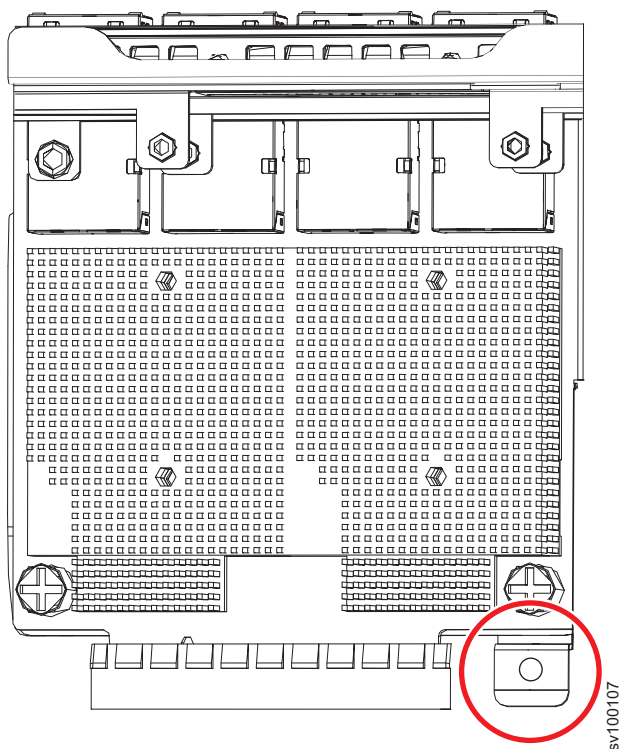

図 332. 2145-SV1 イーサネット・シャーシ上のねじの位置
13. ねじ (443 ページの図 332 を参照) を元の場所に戻し、イーサネット・エッジ・ボードをシャーシに固定します。